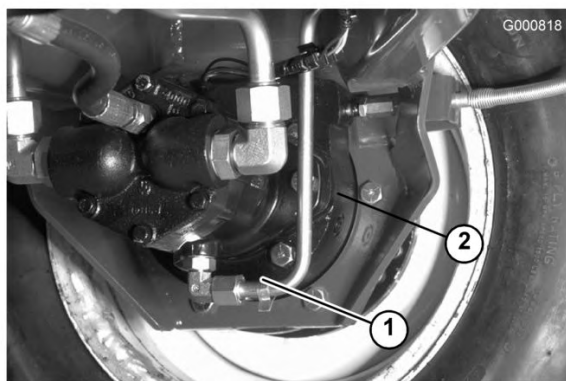

図 67
2. プラネタリ・ギアについているプラグ (図 66) と、ブレーキの裏側についているプラグ (図 67) を外す。